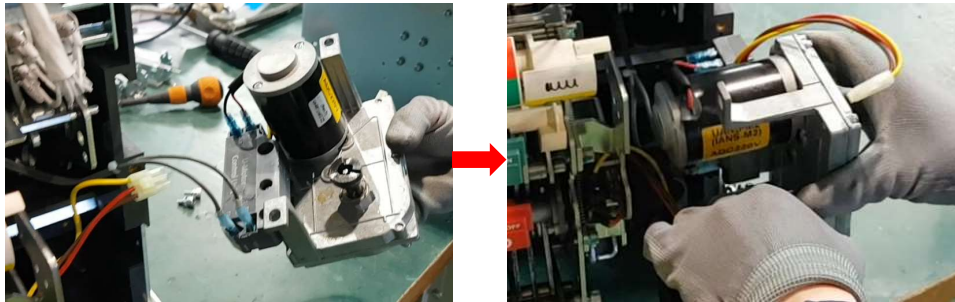

Fig. 5
5. 본체에 있는 파란색 튜브로 씌워져 있는 케이블을 숫자에 맞추어, 1은 T1에 2는 T2에 연결해주세요. [FIG 5]
5. Connect 1 to T1 and 2 to T2 according to the number of cables covered by the blue tube on the body. [FIG 5]